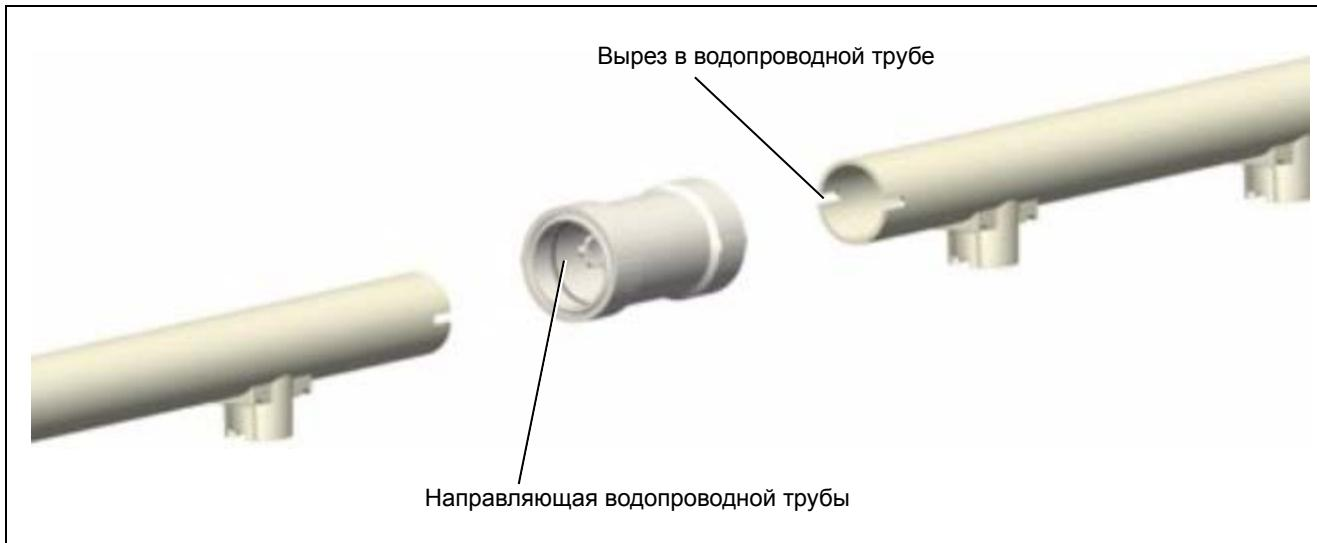

Рисунок 7Н
5. Подсоедините оставшиеся водопроводные трубы, выравнивая направляющие, надевая соединительный элемент на предыдущую трубу и вставляя следующий отрезок в соединительный элемент. (*См. Рисунок 7Н.*) Повторяйте *Шаг 3 на стр. 21* при установке каждого отрезка водопроводной трубы.